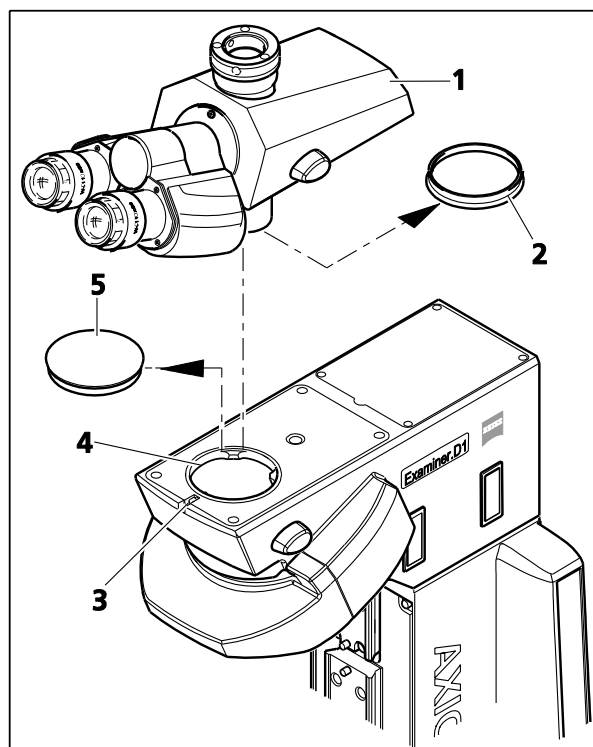

Figure 3-3 Fixation du (photo)tube binoculaire
- Desserrer la vis à tête hexagonale (Figure 3-3/3) à l'aide d'un tournevis à tête sphérique, largeur A/F 3. Retirer les capuchons anti-poussière (Figure 3-3/2 et 5) de la face inférieure du tube et de la douille en queue d'aronde du statif.
- Fixer le tube binoculaire (Figure 3-3/1) en insérant la bague en queue d'aronde dans la douille (Figure 3-3/4). Faire pivoter le tube binoculaire dans la position d'observation souhaitée et serrer de nouveau la vis à tête hexagonale (Figure 3-3/3) à l'aide d'un tournevis à tête sphérique.